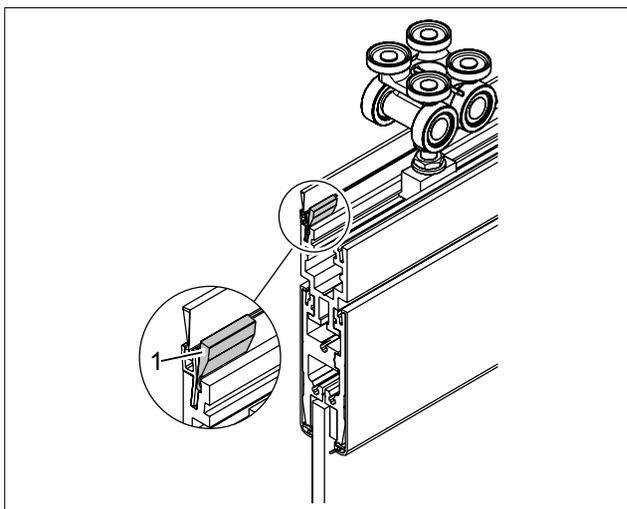

Abb. 45 Bürstenprofil verkeilen
2. Bürstenprofil mit Hilfe eines Kunststoffhammers von beiden Seiten am Ende mit den beiliegenden Kunststoffkeilen (Abb. 45/1) einkeilen.